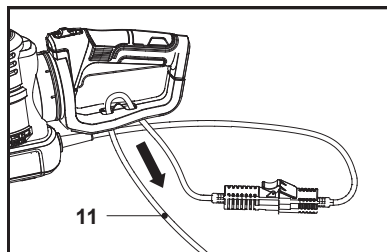

Fig. 4
3. Faire passer le cordon d'alimentation (11) sur le support de câble (12) et tirer doucement sur le cordon d'alimentation (11) pour s'assurer qu'il est bien maintenu (Fig. 4).